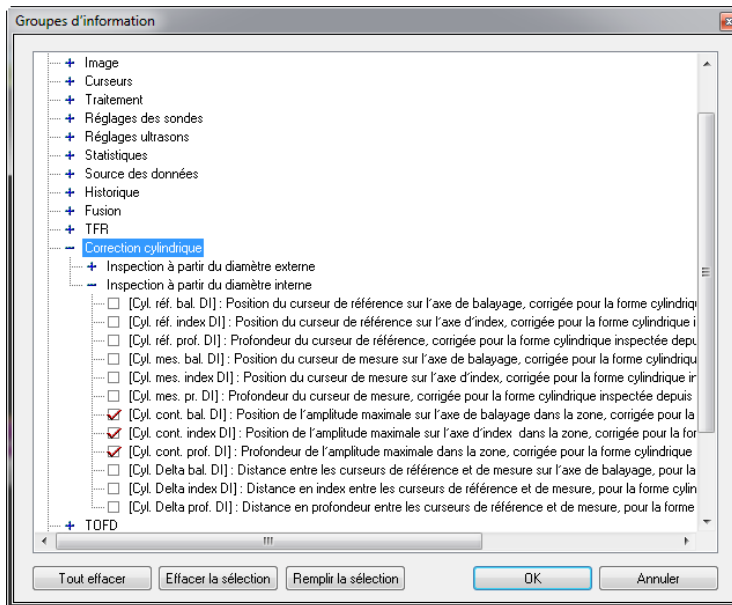

Figure 7-72 Sélection de paramètres liés au DI
1. Veillez à ce qu'au moins le curseur de référence (rouge) soit présent dans la vue d'extrémité (D) corrigé pour le volume avant d'activer la correction cylindrique.
2. Sélectionnez les champs d'information applicables (liés au DE ou au DI) comme suit dans la vue d'extrémité (D) corrigé pour le volume :
- a) Cliquez dans la vue d'extrémité (D) corrigée pour le volume pour qu'elle devienne la vue active.
- e) Dans le groupe **Correction cylindrique**, cochez les cases de l'information applicable (voir l'exemple dans la Figure 7-72 à la page 435 illustrant une sélection de paramètres liés au DI).